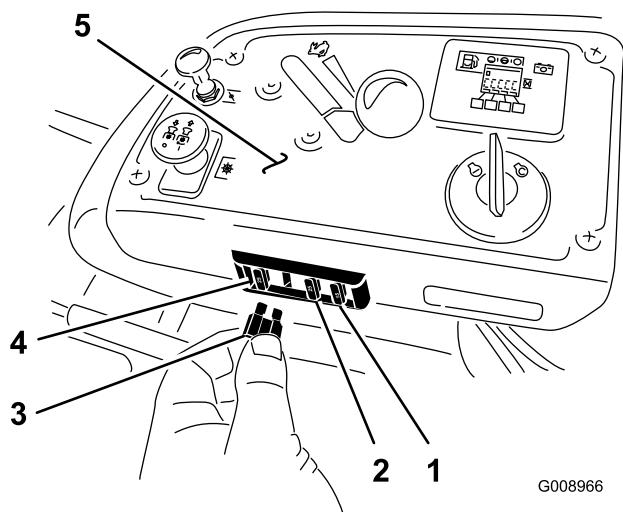

Figure 58
Les fusibles sont situés sur la console droite, près du siège (Figure 58).
2. Remplacez le fusible (Figure 58).